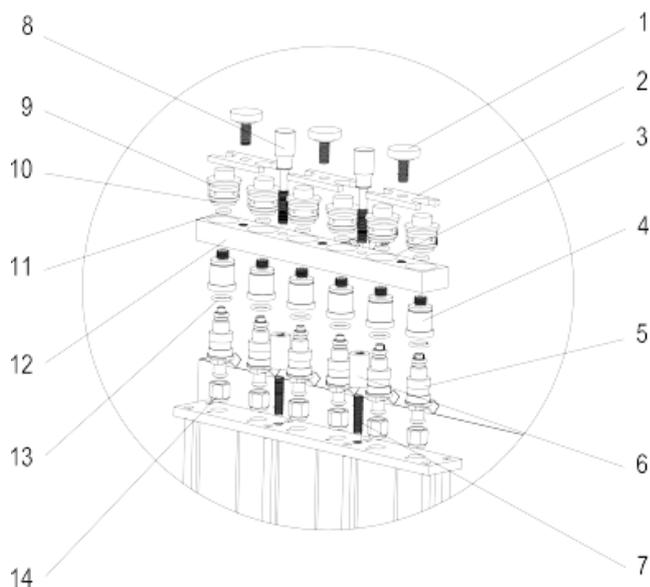

Рис. 06
- 6) Установить распределитель топлива и форсунки на установку. Зафиксировать распределитель с помощью шпилек, рифленных гаек и болтов. См. Рис. 06